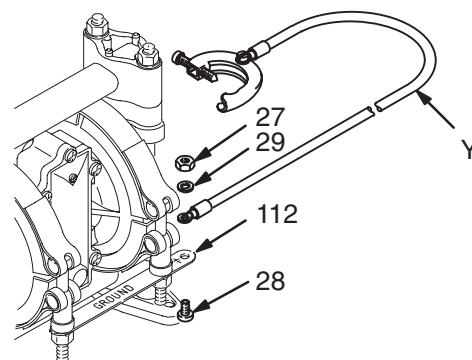

Abb. 1
- *Pumpe*: ein Erdungskabel (Y) am Erdungsstreifen (112) mit der Schraube (28), der Sicherungsscheibe (29) und der Mutter (27) wie in Abb. 1 befestigen. Das Klammerende des Erdungskabels mit einem echten Erdungspunkt verbinden. Teilenummer 222011 (Erdungskabel und die Klammer) bestellen.